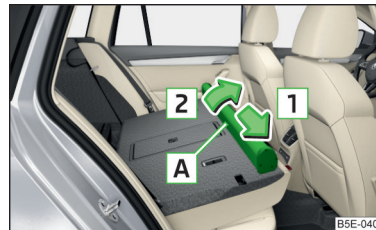

Abb. 150 Netztrennwandgehäuse ausbauen
- › Das Gehäuse **A** in Pfeilrichtung **1** verschieben und aus den Aufnahmen in Pfeilrichtung **2** herausnehmen » **Abb. 150**.